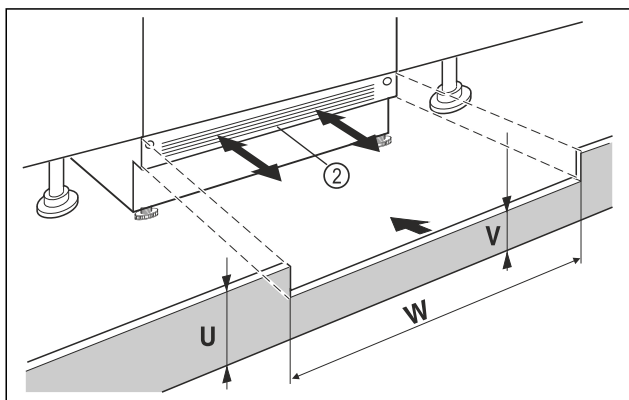

Fig. 98 Ilustrační zobrazení
- Nasadte krycí lištu spotřebiče Fig. 98 (2) ale ještě nepřipevňujte.
- U viditelné krycí lišty Fig. 98 (2) tuto lištu vytáhněte dopředu natolik, až jsou přední hrana větrací mřížky a nábytkové krycí lišty zarovnané.
- Při zakryté krycí liště Fig. 98 (2) tuto lištu zasuněte úplně dozadu.
- Dbejte a zcela volné větrací štěrby: V případě potřeby přirázíte krycí lištu nábytku Fig. 98 (U) na potřebnou výšku!
- Podél šířky výklenku Fig. 98 (W) přizpůsobte výšku můstku Fig. 98 (V) pod krycí lištou spotřebiče Fig. 98 (2).